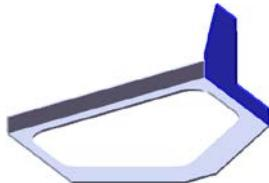
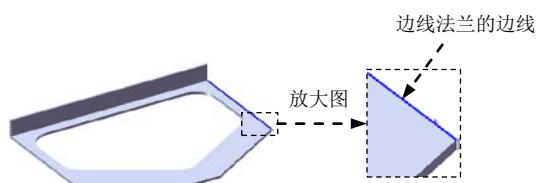

图 2.9 边线一法兰 2
图 2.10 边线法兰的边线
Step5. 创建图 2.9 所示的钣金特征——边线一法兰 2。
(1) 选择命令。选择下拉菜单**插入(I)** \rightarrow **钣金(H)** \rightarrow **边线法兰(E)...** 命令(或单击“钣金”工具栏中的 \square 按钮)。
(2) 定义特征的边线。选取图 2.10 所示的模型边缘为生成的边线法兰的边线。